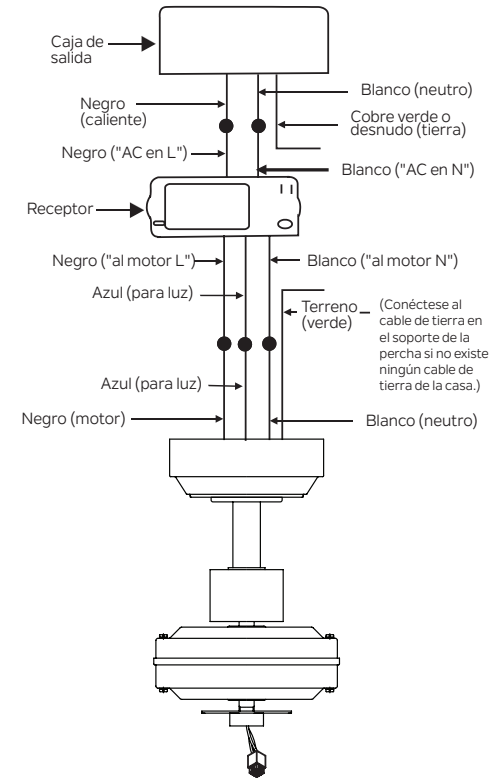

Fig. 14
**Paso 2.** Conexiones eléctricas del motor al receptor: (Fig. 14)
**Paso 3.** (Fig. 14) Receptor a la casa Decables de suministro Conexiones eléctricas:
**Paso 4.** (Fig. 14) Si la caja de salida tiene un cable de tierra (verde o de cobre desnudo) conéctelo a los cables de tierra del ventilador; de lo contrario, conecte el cable de tierra del soporte colgante al soporte de montaje. Asegure la conexión del cable con una tuerca de plástico proporcionada. Después de conectar los cables, sepárelos de modo que los cables verdes y blancos estén en un lado de la caja de salida y los cables negros y azules estén en el otro lado. Coloque cuidadosamente las conexiones de cable en la caja de salida.